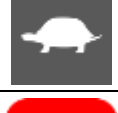

Рисунок 3. 46 Замок зажигания
- ▶ Повернуть ключ в замке зажигания в положение I, рис. 3. 46.